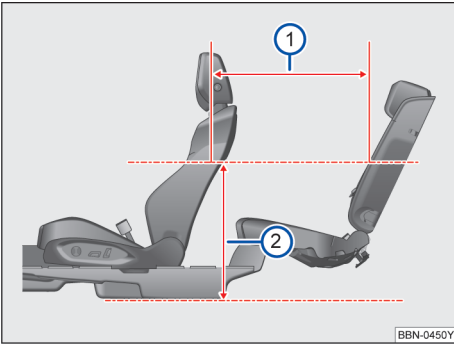

图 80 座间距
当前排座椅处于如下位置：前排座椅从最后位置向前滑动 127mm，靠背角为 (18.5°)，高度处于设计位置；后排座椅位于设计位置时，在距离地板位置 620mm 处→图 80②，座间距为 809mm→图 80①。